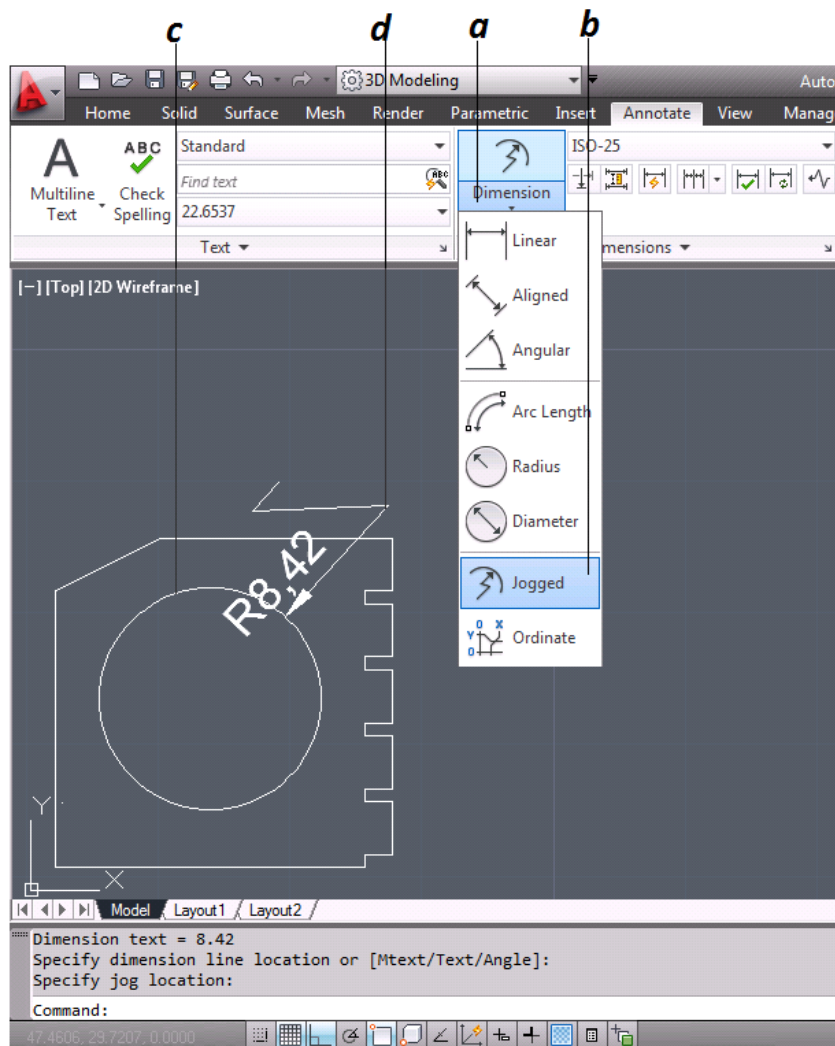

Figura 3.72 Acotado “Con Recodo”
- Se da clic sobre el icono Dimensión [Dimension] para desplegar la lista de tipos de Cotas (figura 3.72).
- Se selecciona la herramienta Recodo [Jogged] de la lista de tipo de cotas (figura 3.72).
- Se selecciona el arco o Circulo que se quiera acotar (figura 3.72).
- Con el puntero se indica donde se localizara la cota (figura 3.72).